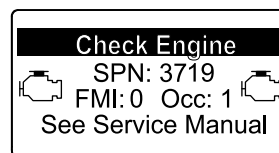

Рисунок 53
- Если потребуется восстановительная регенерация, инфо-центр отобразит предупреждение по двигателю SPN 3719, FMI 16 (Рисунок 53) и компьютер двигателя снизит его мощность до 85%.